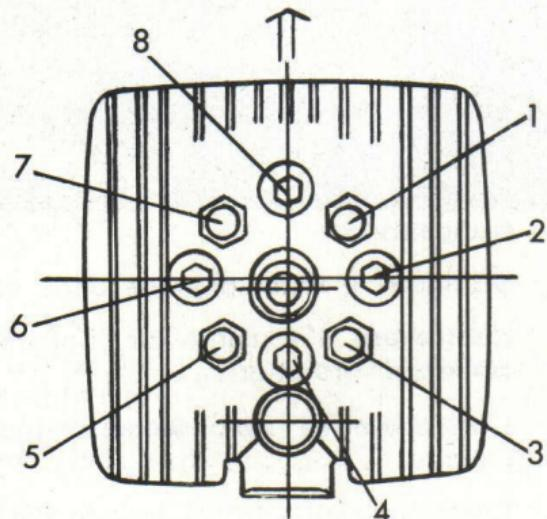

Fig. 7
- 9 - Stringere a croce le viti della testa, vedi fig. 7